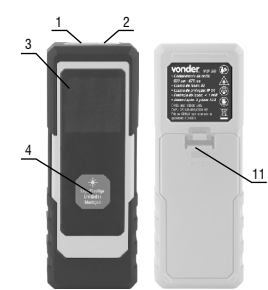

Fig. 1 - Componentes
- Presione la traba (Fig. 1 - elemento 11) y abra el compartimento de pilas;